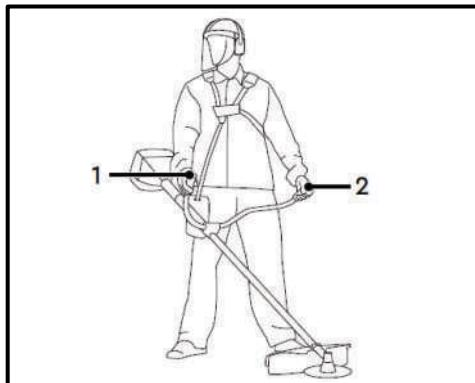

Рис. 42
- У процесі роботи намагайтесь не допускати, щоб ріжучий елемент торкався перешкод. Утримуйте мотокосу лівою рукою за ліву рукоятку (2), а правою – за праву рукоятку (1) (Рис. 42).